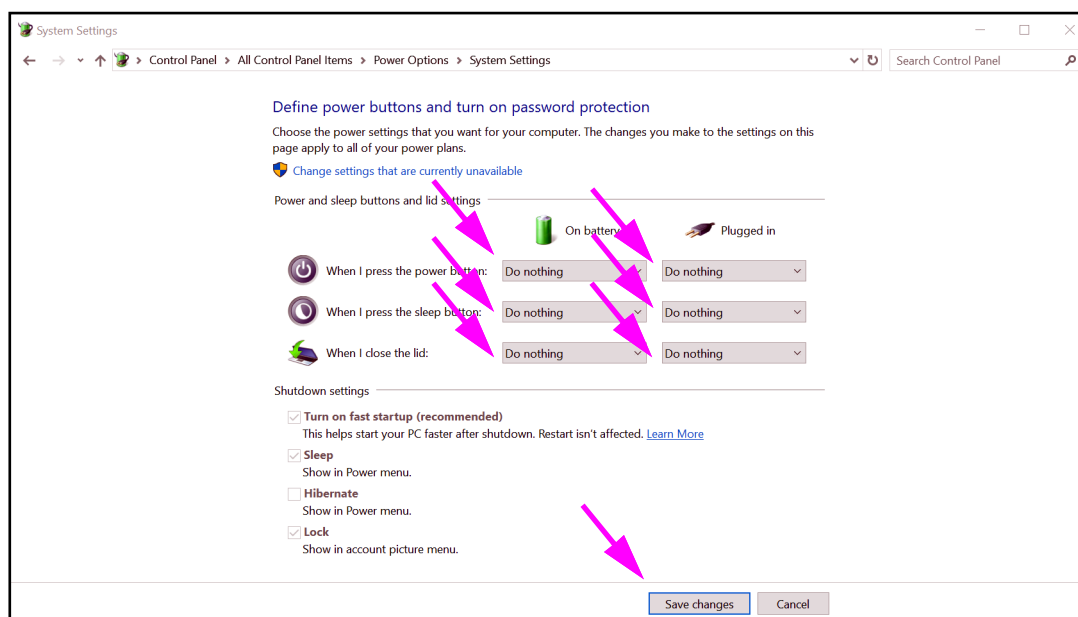

Figure 2-30. Fenêtre System Settings (Paramètres du système)
10. **Pour les portables uniquement** : Dans la fenêtre Power Options (Options d'alimentation), cliquer sur l'option **Choose what closing the lid does (Choisir l'action qui suit la fermeture du capot)**. La fenêtre System Settings (Paramètres du système) s'affiche (voir la Figure 2-30). Réglez tous les paramètres sur **Do nothing (Rien)**, puis cliquez sur le bouton **Save changes (Enregistrer les modifications)**.